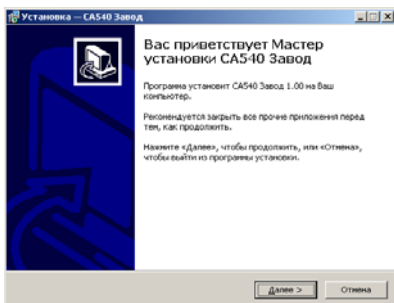

Рисунок 4.1
1) Включить ПК и начать установку программы "CA540 Завод", для чего из папки "CA540 Завод", размещенной на инсталляционном диске, входящем в комплект поставки, запустить исполняемый файл  setup_CA540 Zavod xxx.exe (xxx – версия программы). На экране появится окно мастера установки CA540 PC (рисунок 4.1).